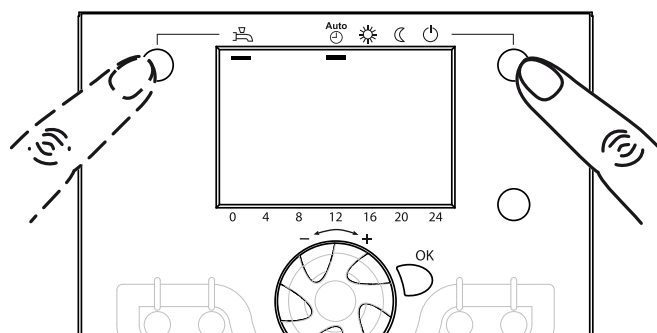

fig. 2 - Sélection du régime de chauffe AUTO et puis du régime ECS (eau chaude sanitaire)
- Sélectionner le régime de chauffe "AUTO" (fig. 2).
- Sélectionner le régime "ECS" (fig. 2).